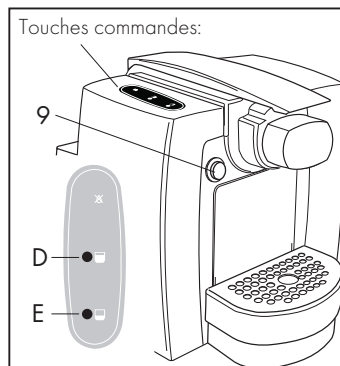

Fig. 8
Grande tasse : enfoncer et maintenir enfoncée la touche ☐ (D). La machine commencera à produire de l'eau. Lorsque le niveau d'eau désiré est atteint, lâcher la touche ☐ (D). La machine arrêtera de produire de l'eau et la quantité sera mémorisée pour les fois suivantes **(Fig.8)**.
Petite tasse : comme pour la grande tasse, maintenir enfoncée la touche correspondante ☐ (E). La machine commencera à produire de l'eau. Lorsque le niveau d'eau désiré est atteint, lâcher la touche ☐ (E). La machine arrêtera de produire de l'eau et la quantité sera mémorisée pour les fois suivantes **(Fig.8)**